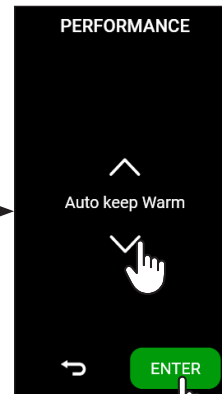

fig.11
- Wählen Sie den gewünschten Leistungsmodus (Detail zu jedem Modus finden Sie im Abs. 4.9.1.c) (fig. 11);